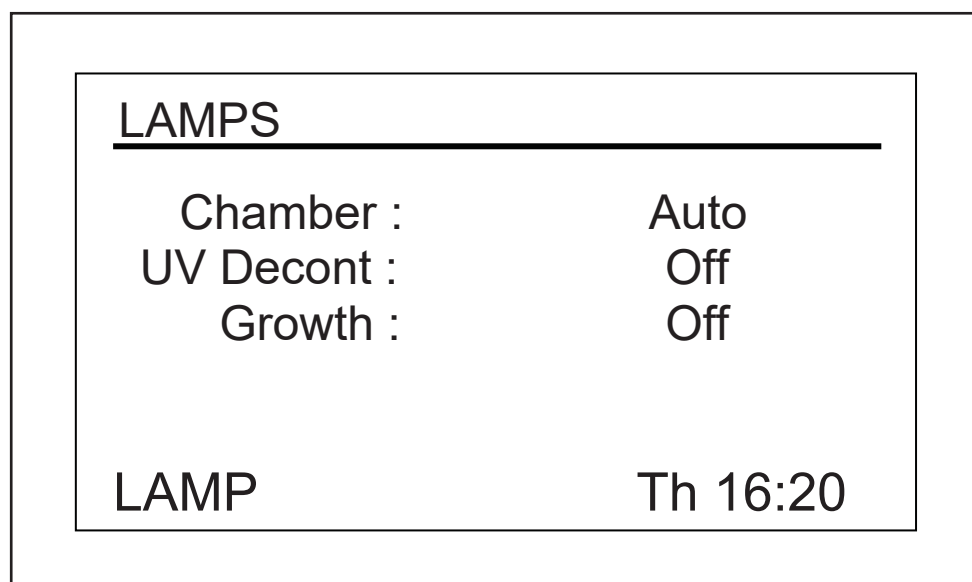

Fig. 9-6: Schermata lampade
In questa schermata (vedi Fig. 9-6 a pag. 56), si possono accendere e spegnere la luce della camera (*Chamber*), la lampada UV germicida (di decontaminazione) opzionale (*UV Decont*) e le lampade per la crescita fotosintetica opzionali (*Growth*). *On* significa che la luce è sempre accesa, mentre *Off* che è sempre spenta, a meno che non si effettuino altre programmazioni (vedi *Programmazione dell'agitatore a pag. 60*).
L'impostazione attuale lampeggerà (nella schermata di esempio, si utilizzerà *Chamber*, la luce della camera (vedi Fig. 9-6 a pag. 56)).
2. Girare la manopola verso sinistra o destra finché non compare la modalità desiderata (*Auto* in questo esempio (vedi Fig. 9-6 a pag. 56)).